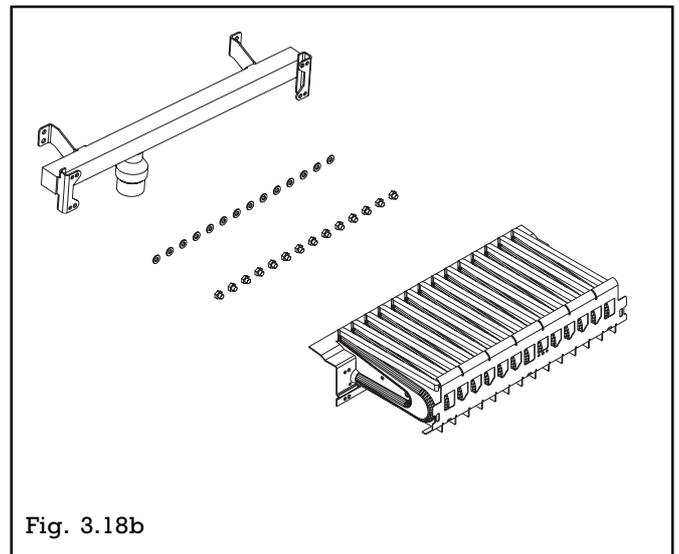

Fig. 3.18b
- Remplacer les injecteurs en place par ceux fournis avec le set (clé de 7) et changer leur joint (fig.3.18b)